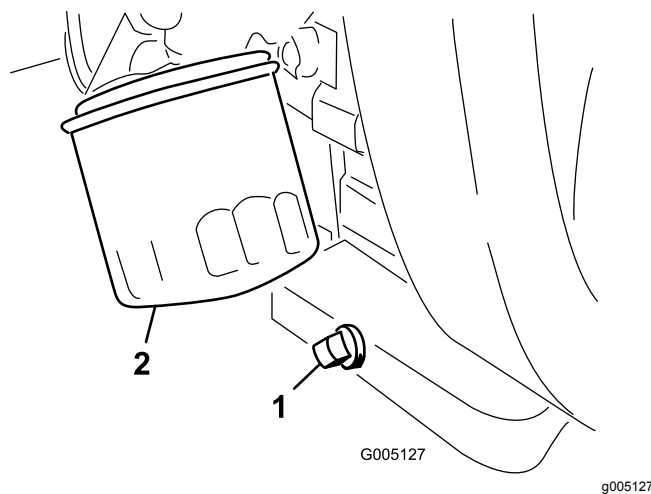

Figure 37
2. Nettoyez le filetage du bouchon de vidange, enduisez-le de produit d'étanchéité au PTFE et remettez le bouchon en place (Figure 37).
3. Déposez le filtre à huile (Figure 37).
1. Retirez le bouchon de vidange (Figure 37) et laissez couler l'huile dans un bac de vidange.